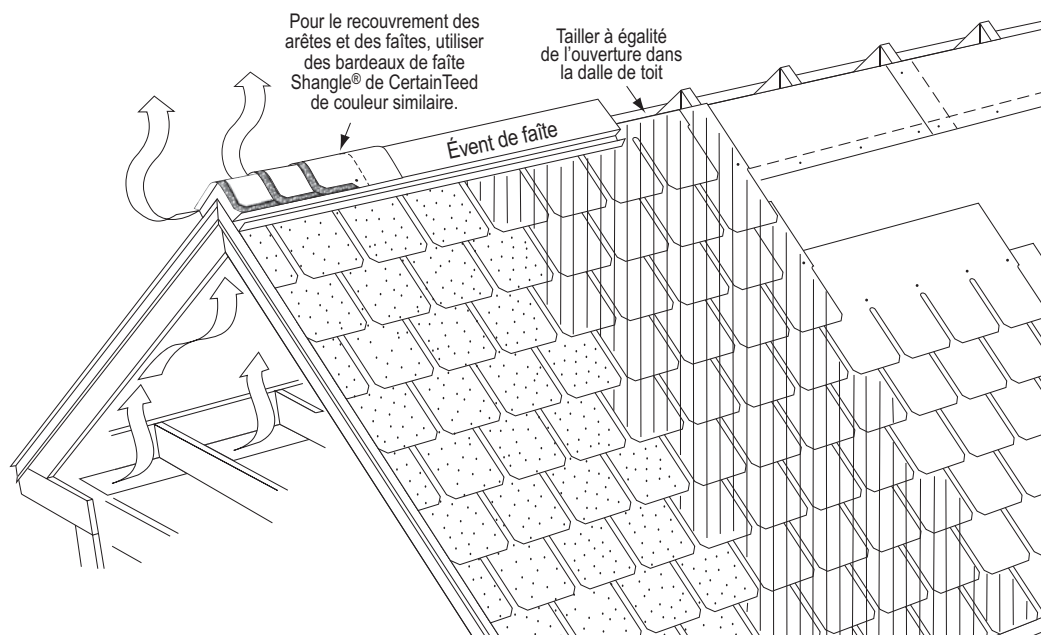

Figure 16-17 : Pose de bardeaux de faîte Shangle Ridge sur un évent de faîte.
8. Si des évents de faîte recouverts de bardeaux sont installés (figure 16-17), ils doivent accepter les bardeaux pour faîtes et arêtes de 12 po (305 mm) de largeur. Suivre les instructions d'installation du fabricant des évents. Pour fixer les bardeaux pour faîtes et arêtes sur l'évent de faîte, utiliser des clous galvanisés à chaud d'une longueur suffisante pour qu'ils pénètrent de  $\frac{3}{4}$  po (19 mm) dans la dalle ou la traversent.